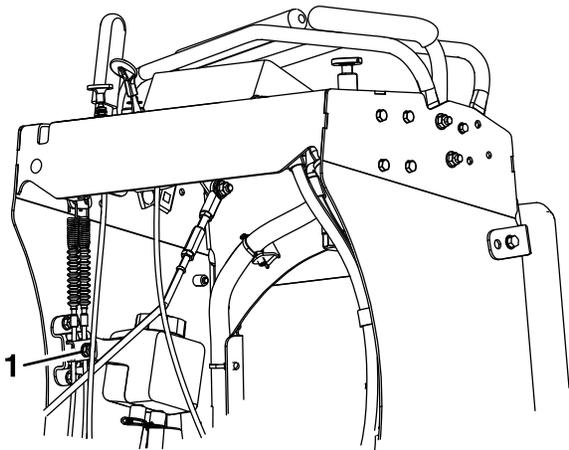

Figure 50
4. Desserrez le collier des câbles de frein sous la console (Figure 50).